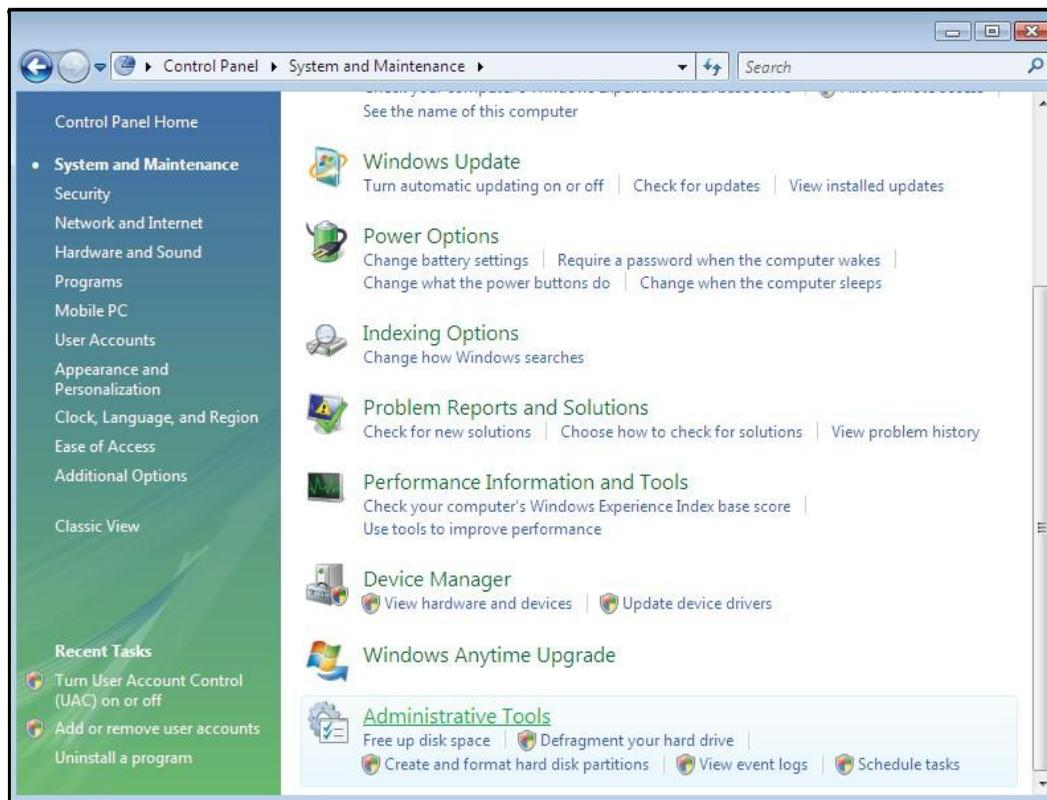

图 102: 系统和安全窗口
1. 点击开始菜单, 控制面板>系统和安全 > 管理工具 (图 102).